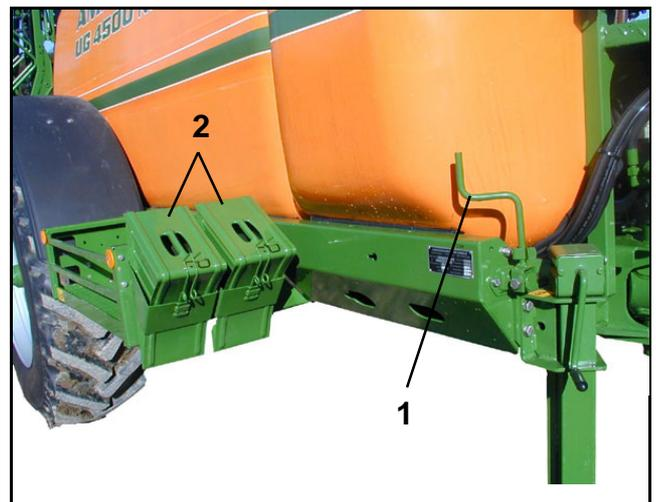

Fig. 5.8
- Aflojar el freno de estacionamiento (Fig. 5.8/1):
- Quitar las cuñas de calce fijándolas y asegurándolas en los soportes (Fig. 5.8/2) del bastidor.